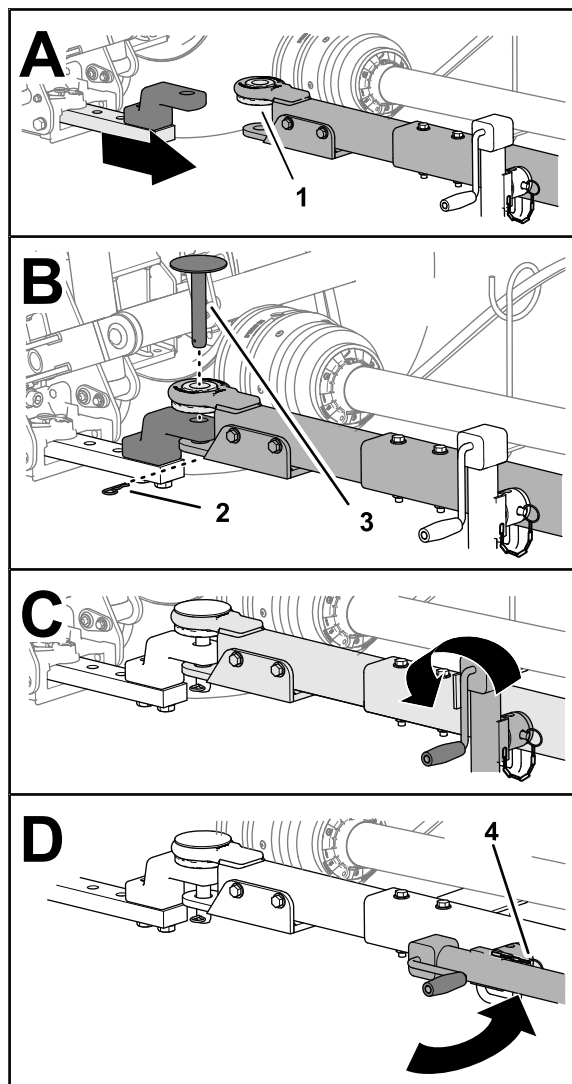

Figura 29
- Si el cortacésped tiene una barra de tiro de pasador, inserte el pasador de enganche a través de los taladros en la barra de tiro y la barra de tracción y fije el pasador con la chaveta (Figura 29).
6. Eleve totalmente el gato (Figura 29).
7. Retire el pasador que fija el gato a la barra de tiro, gire el gato en sentido horizontal y fije el gato a la barra de tiro con el pasador (Figura 29).